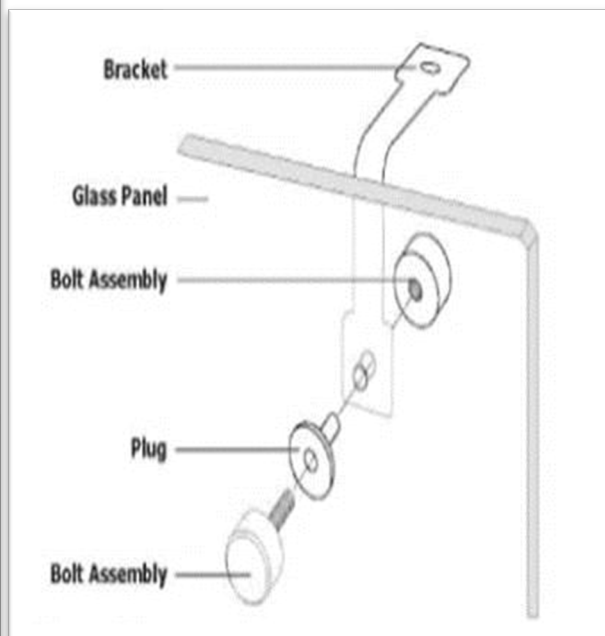

Abb. 2 Glasscheiben Befestigen / Pic. 2 Fixing glass panels
6. Stecken Sie die Kunststoffstopfen in die Löcher (siehe Abb. 2). Schrauben Sie die Haltewinkel mit den Bolzen an der Innenseite jeder Scheibe schrauben.
6. Insert the plastic plugs into the holes (see fig. 2).